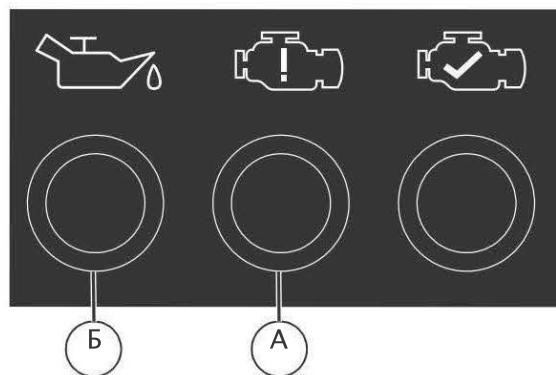

Рисунок 3-3. Ошибка отключения
ВАЖНОЕ ПРИМЕЧАНИЕ: Не перегружайте генератор или розетки на отдельных панелях СМ. Рисунок 3-3. Если возникает перегрузка, то перегрузка загорится светодиод (A), и подача переменного тока прекратится. Для исправления смотрите статус генератора (индикатор).
Двигатель оснащен датчиком низкого уровня масла, который автоматически выключает двигатель, когда уровень масла падает ниже заданного уровня, чтобы предотвратить повреждение двигателя. См. Рисунок 3-3(В). Двигатель не будет работать до тех пор, пока масло не будет залито до нужного уровня. Если двигатель выключается и топлива достаточно, проверьте уровень моторного масла.